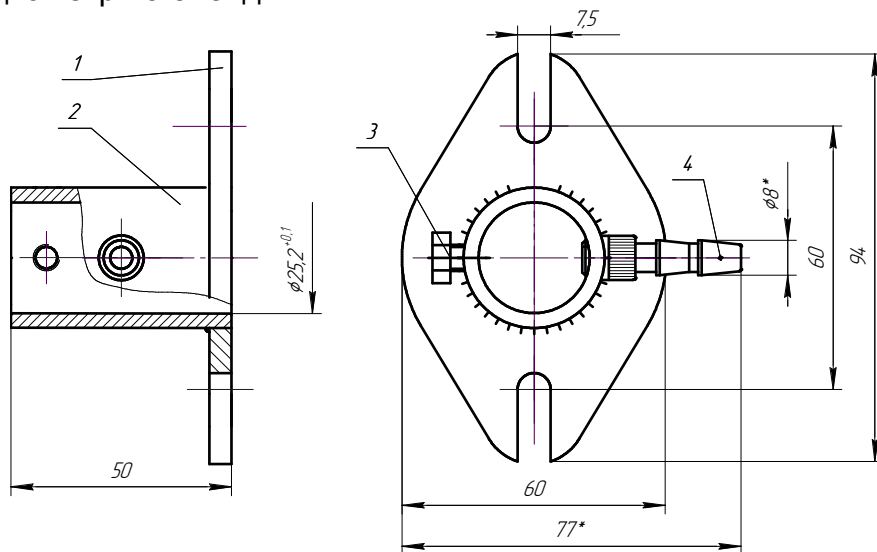

Рис.8. Фланец монтажный
9.1.2. Механическое крепление фотодатчика на объекте возможно на любой плоскости монтажным фланцем с обдувом воздухом с температурой не выше 40 °С. Рис.8, с помощью винтов и гаек М5 или иным способом, используя установочный размер диаметр 25 бленды.